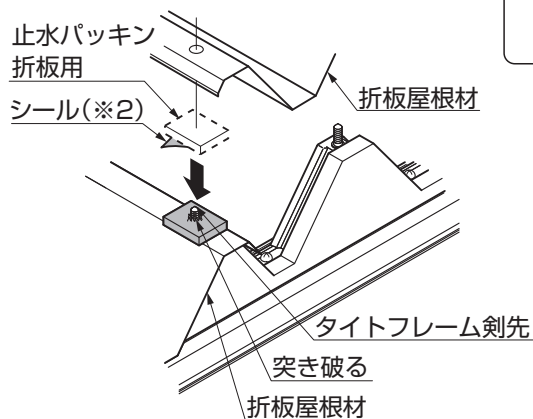
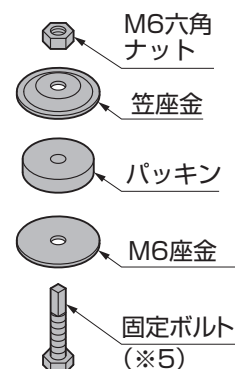
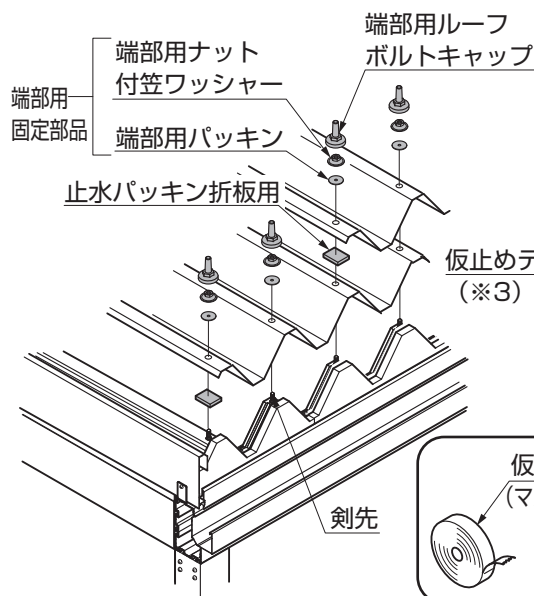
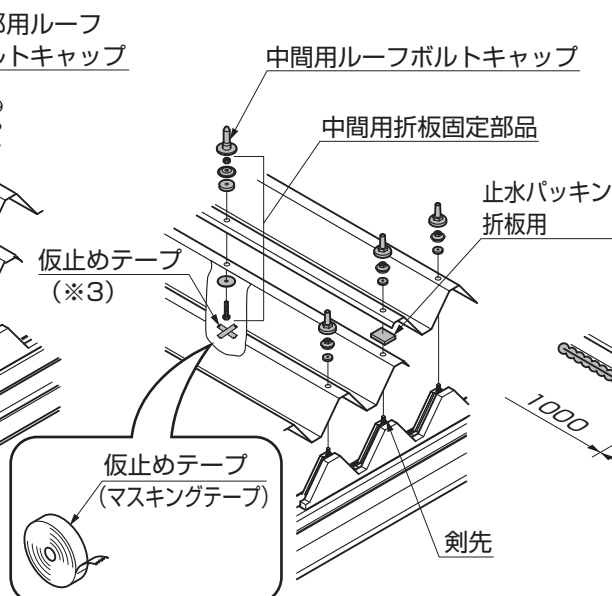

図16-15 止水パッキン
図16-16
図16-17
図16-18
- ②止水パッキン折板用のシール（※2）をはがし、横樋タイトフレームからでている剣先を突き破って貼付けてください。（図16-15参照）
- ③1枚目の折板屋根材を、正面（シャッター側）のタイトフレームから出ている剣先に、両端部の穴にあわせて載せてください。（図16-17参照）
- ④折板屋根材の中間部の穴に合わせて、横樋梁用の中間部にφ8の穴（※4）をあけてください。
- ⑤折板屋根材の重ね合わせ部の両端部に、剣先を突き破って止水パッキン折板用を貼りつけてください。その後2枚目以降の折板屋根材を載せてください。（図16-15、図16-17、図16-18参照）
- ⑥折板屋根材の両端部を、端部用固定金具で組付けてください。（図16-15、図16-16参照）
- ⑦折板屋根材の中間部の下から、中間用折板固定部品の固定ボルト（※5）を差込んでください。（図16-16参照）
- ⑧中間用折板固定部品の部品すべてを締め付けたのち、仮止めテープをはがしてください。（図16-16参照）
- ⑨水下側と水上側の折板屋根材の接合部分にシーリングしてください。（図16-17参照）